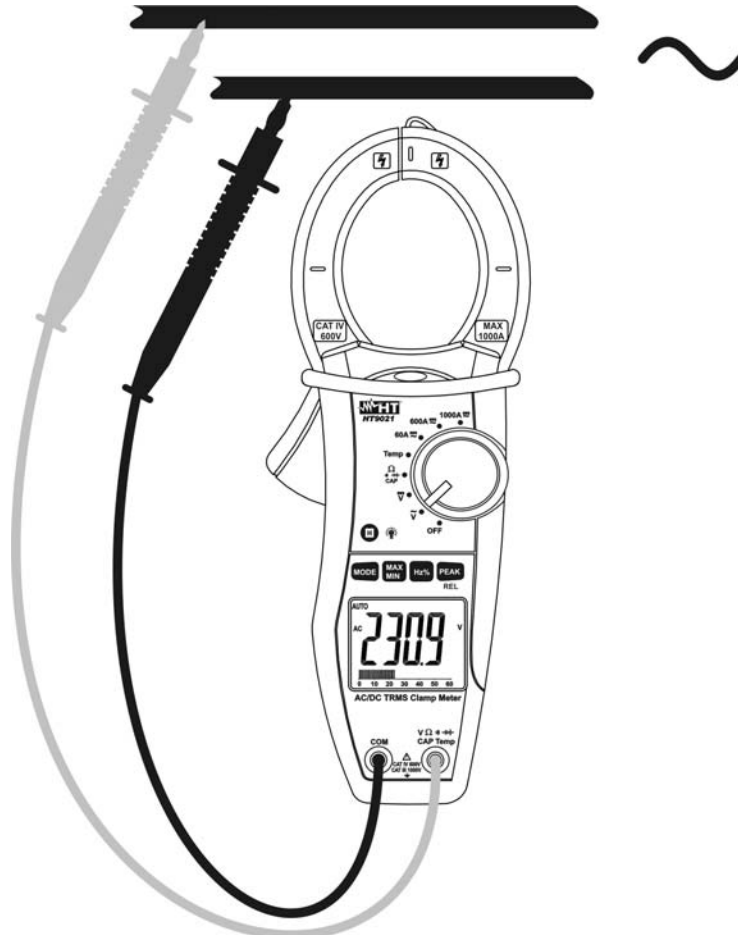

Fig. 3: Uso della pinza in misura di Tensione AC
3. Inserire il cavo rosso nel terminale di ingresso $V\Omega$ e il cavo nero nel terminale di ingresso **COM** (Fig. 3)